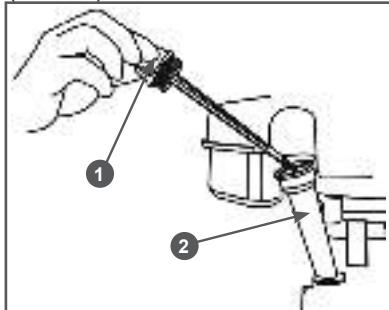

Рис. 11 Крышка-щуп маслозаливной горловины
- Открутите крышку-щуп 1 маслозаливной горловины 2 и извлеките щуп (Рис. 11).
2. Открутите крышку-щуп 1 маслозаливной горловины и извлеките щуп (Рис. 11).